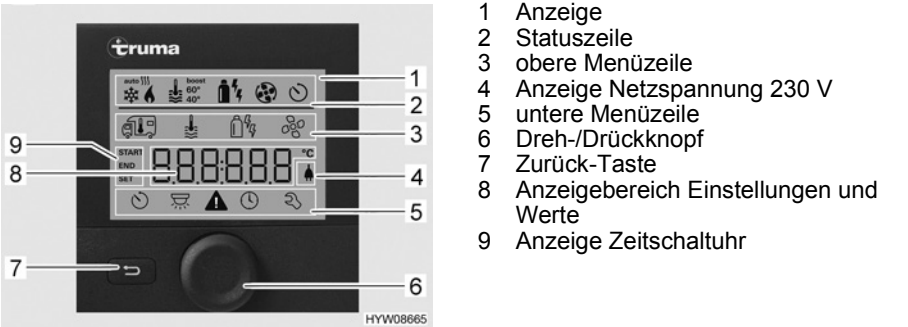

Bild 85 Bedieneinheit mit Anzeigen
- Statuszeile (Bild 85,2)
- obere Menüleiste (Bild 85,3)
- Anzeigebereich (Bild 85,8)
- untere Menüleiste (Bild 85,5)
- Dreh-/Drückknopf (Bild 85,6) ca. 3 Sekunden lang drücken. Die beiden Menüleisten (Bild 85,3 und Bild 85,5) werden angezeigt. Das erste Symbol blinkt.
- Dreh-/Drückknopf (Bild 85,6) drehen, bis das gewünschte Menüsymbol blinkt.
- Dreh-/Drückknopf drücken, um den eingestellten Wert zu speichern. Wenn der ursprünglich eingestellte Wert doch nicht verändert werden soll: Zurück-Taste (Bild 85,7) drücken.
- Dreh-/Drückknopf (Bild 85,6) drehen, bis Menüsymbol Heizung (Bild 86,1) blinkt.
- Dreh-/Drückknopf drücken, um den eingestellten Wert zu speichern. Das Symbol in der Statuszeile (Bild 85,2) blinkt, bis die eingestellte Raumtemperatur erreicht ist. Wenn der ursprünglich eingestellte Wert doch nicht verändert werden soll: Zurück-Taste (Bild 85,7) drücken.
- Dreh-/Drückknopf (Bild 85,6) drehen, bis Menüsymbol Warmwasser (Bild 86,2) blinkt.
- Dreh-/Drückknopf drücken, um den eingestellten Wert zu speichern. Das Symbol in der Statuszeile (Bild 85,2) blinkt, bis die eingestellte Warmwassertemperatur erreicht ist. Wenn der ursprünglich eingestellte Wert doch nicht verändert werden soll: Zurück-Taste (Bild 85,7) drücken.
- Dreh-/Drückknopf (Bild 85,6) drehen, bis Menüsymbol Betriebsart (Bild 86,3) blinkt.
- Dreh-/Drückknopf drücken, um die eingestellte Betriebsart zu speichern. Wenn die ursprüngliche Einstellung doch nicht verändert werden soll: Zurück-Taste (Bild 85,7) drücken.
- Dreh-/Drückknopf (Bild 85,6) drehen, bis Menüsymbol Gebläse (Bild 86,4) blinkt.
- Dreh-/Drückknopf (Bild 85,6) drehen, bis Menüsymbol Zeitschaltuhr (Bild 86,9) blinkt.